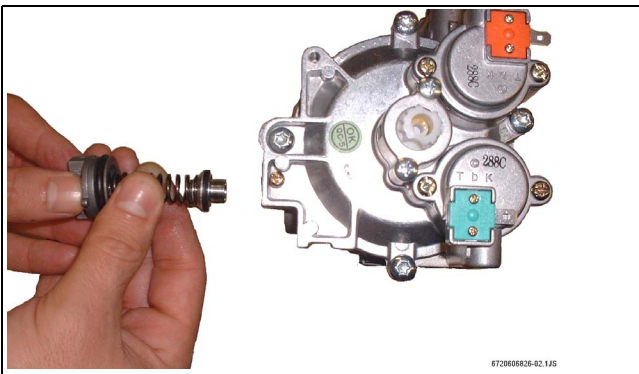

Fig. 7
- ▶ Sostituire la valvola del gas principale e l'O-ring del tappo di chiusura (Fig. 7).